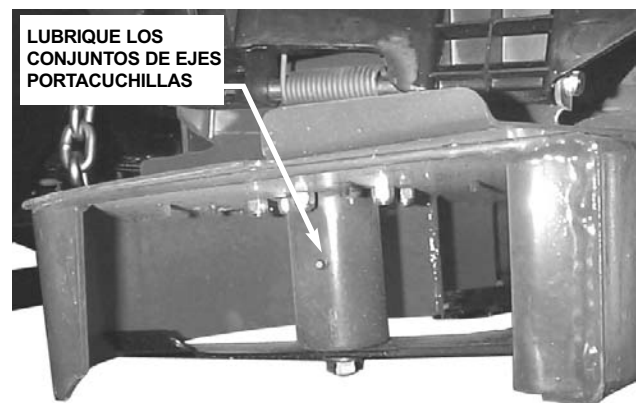

FIGURA 4.4
- b. Lubrique con grasa de litio Kendall NLGI N° 2 ó una equivalente, utilizando una pistola engrasadora. Las graseras se encuentran en las cubiertas del eje portacuchilla debajo de la plataforma. Vea la figura 4.4.